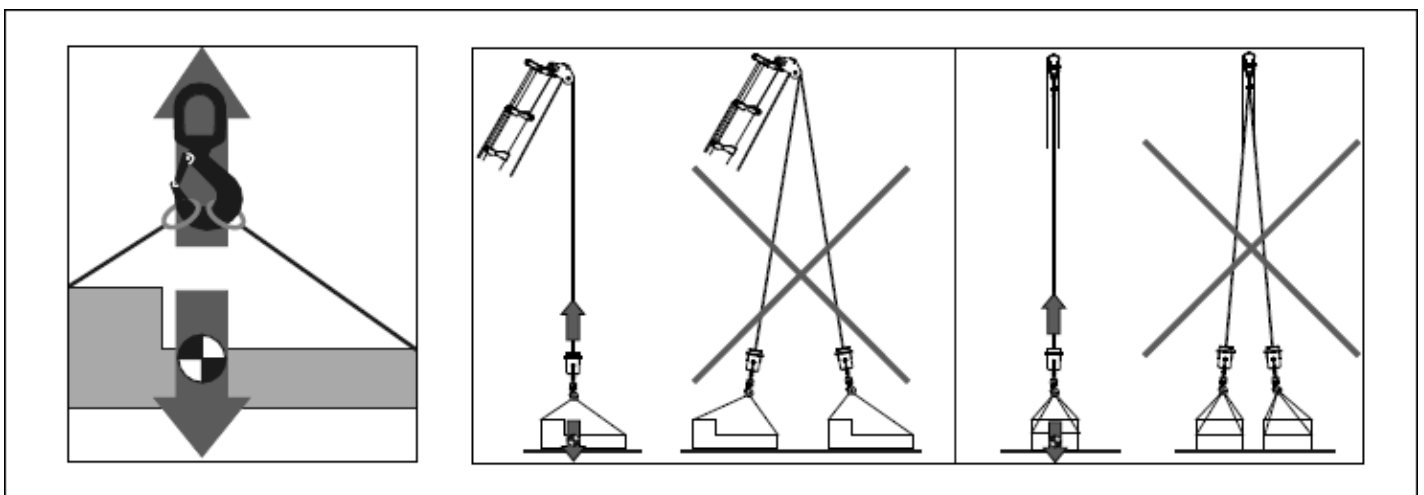

Figura 8. Centro de gravedad de la carga
- Siempre que queramos levantar la carga se debe hacer por la vertical de su centro de gravedad tal y como se aprecia en la figura 8: